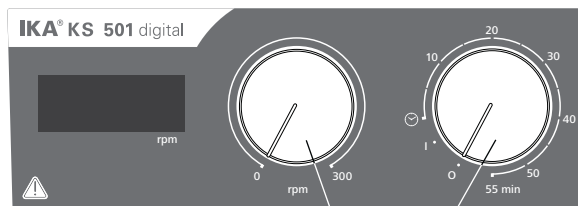

Fig. 3
- ☞ Slå på apparaten genom att vrida vridknoppen **"På/av"** och **"Timer"** (B, se **Fig. 3**) medurs till position **"1"**.
- ☞ Stäng av apparaten genom att vrida vridknoppen **"På/av"** och **"Timer"** (B) till position **"0"**.
- ☞ Ställ in motorvarvtalet med reglerknoppen **"Varvtal"** (C, se **Fig. 3**). Motorvarvtalet kan ställas in till mellan 0 och 300 rpm.